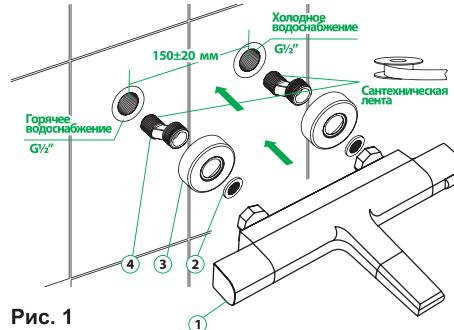

Рис. 1
- Отключите систему холодного и горячего водоснабжения. Ввинтите эксцентрические переходники (4) (см. рис. 1) в выходы трубопроводов системы водоснабжения, предварительно уплотнив резьбовую часть изоляционным материалом. Подберите положение эксцентрических переходников, при котором они совпадут и будут соответствовать присоединительному положению смесителя. При этом положении смесителя должно быть горизонтальным.
- Установите на эксцентрические переходники (4) декоративные чашки (отражатели) (3), установите прокладки с фильтром и с помощью инструмента с мягкими накладками (для избежания повреждения гальваниопокрытий) присоедините корпус смесителя так, чтобы отметка горячей воды на смесителе совпала с эксцентриком подачи горячей воды из водоснабжения. Если при установке излив оказался аэратором вверх, переверните его аэратором вниз. Фильтр на прокладке имеет выпуклую форму для увеличения фильтрующей поверхности. При установке прокладка должна быть установлена выпуклой стороной к эксцентрику.